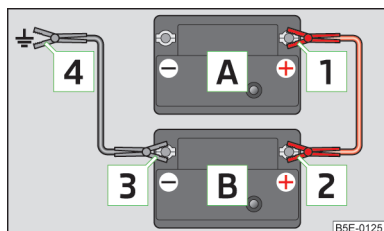

Fig. 184
- Fixez la borne **1** sur le pôle positif de la batterie déchargée **A** » fig. 184.